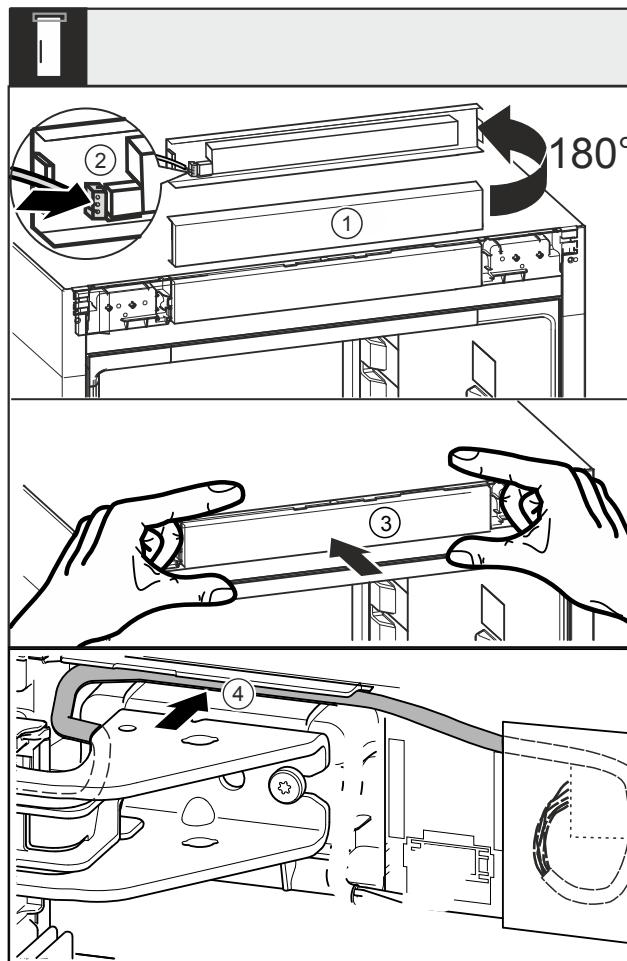

Fig. 46
- ▶ Gire la tapa ciega Fig. 46 (1) 180° hacia arriba.
- ▶ Encaje el conector macho Fig. 46 (2) en la tapa ciega del elemento de control.
- ▶ Encaje de nuevo la tapa ciega Fig. 46 (3) en el electrodoméstico.
- ▶ Coloque con cuidado el cable en la guía Fig. 46 (4) por encima del soporte del cojinete superior.